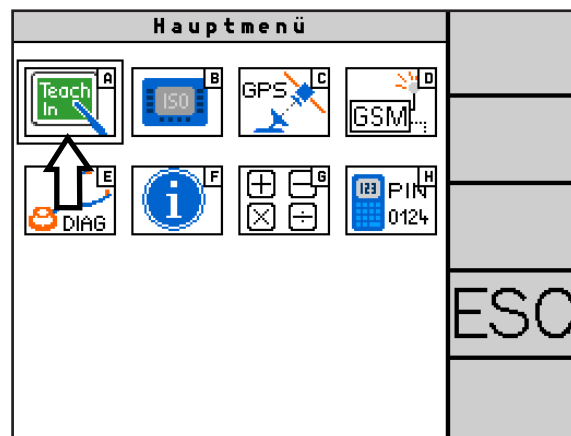

Abb. 48: Teach-Menü aufrufen
Wählen Sie im Hauptmenü das „Teach-In“-Symbol (A) (siehe Abb. 48), um das Teach-Menü aufzurufen.